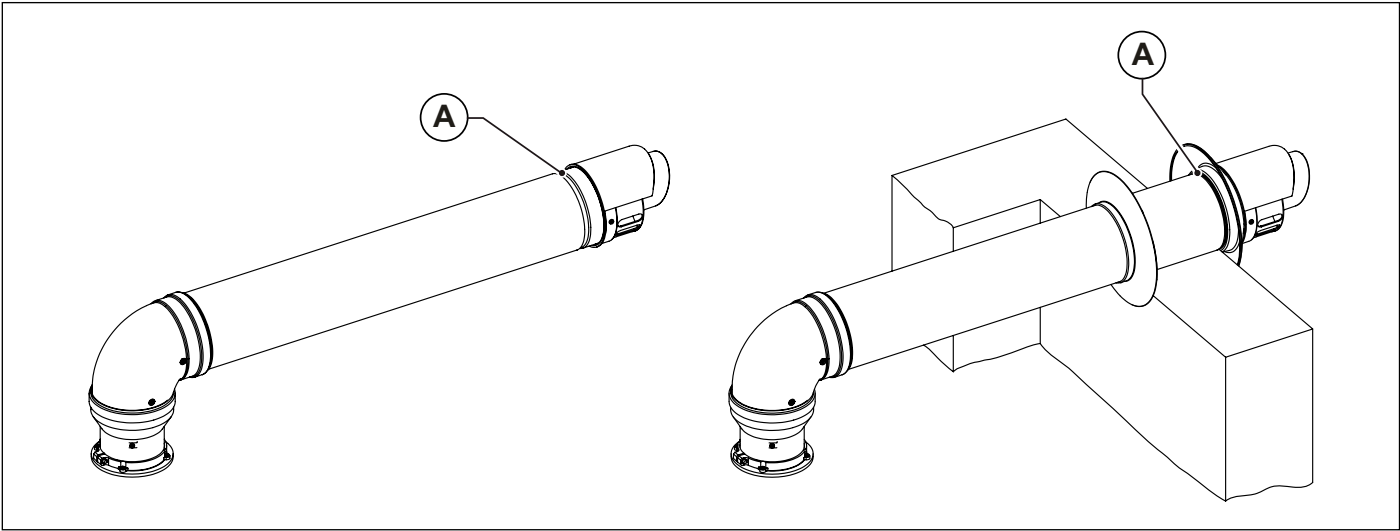

图 10 墙壁末端安装
分支式和同轴式进气管道和排烟管道的末端，都配有一个凹槽 (A)，用于固定外部环扣（参加 图 10 墙壁末端安装）。